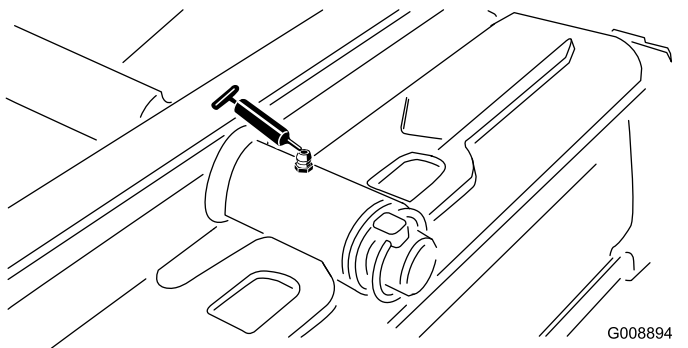

Figura 56
- Pivô da unidade de corte traseira (Figura 56)